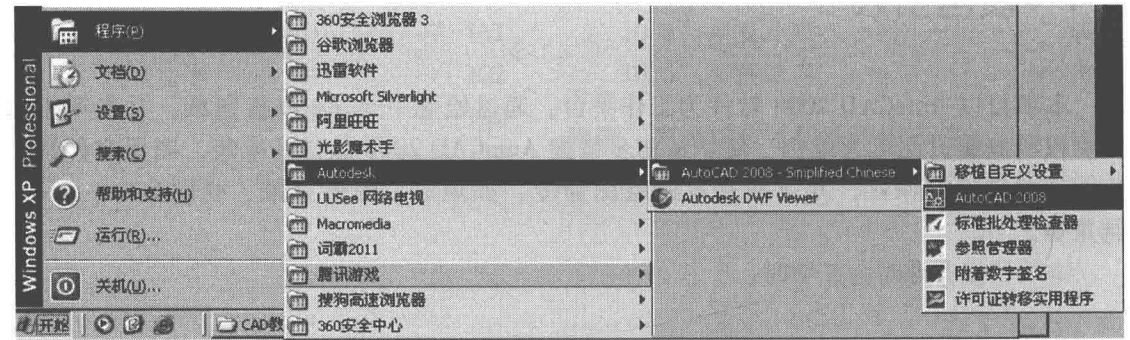

图 1.1 启动 AutoCAD 2008
- (1) 双击桌面上 AutoCAD 2008 的快捷方式图标.
- (2) 单击 Windows 任务栏上的“开始”→“程序”→“Autodesk”→“AutoCAD 2008 Simplified Chinese”→“AutoCAD 2008”，如图 1.1 所示。